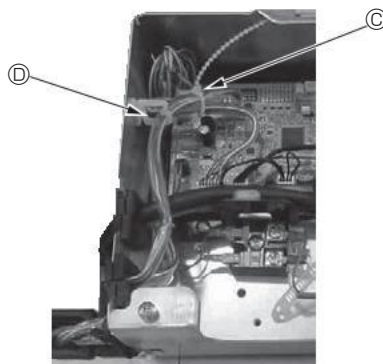
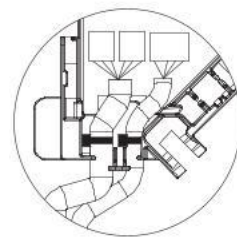

Fig. 10-14
Fig. 10-15
- Τοποθετήστε τα προεξέχοντα τμήματα των συρμάτων διακλάδωσης του αισθητήρα i-See και του δέκτη σήματος στο κιβώτιο ηλεκτρικών εξαρτημάτων μέσα στο κλιπ συρμάτων, όπως φαίνεται στο διάγραμμα, και στερεώστε τα σύρματα μεταξύ τους με το σφιγκτήρα. (Fig. 10-14) Βεβαιωθείτε ότι η ταίνια που στερεώνει τα σύρματα διακλάδωσης του αισθητήρα i-See και του δέκτη σήματος έχει τοποθετηθεί στο εσωτερικό του πίνακα σύνδεσης. (Fig. 10-15)